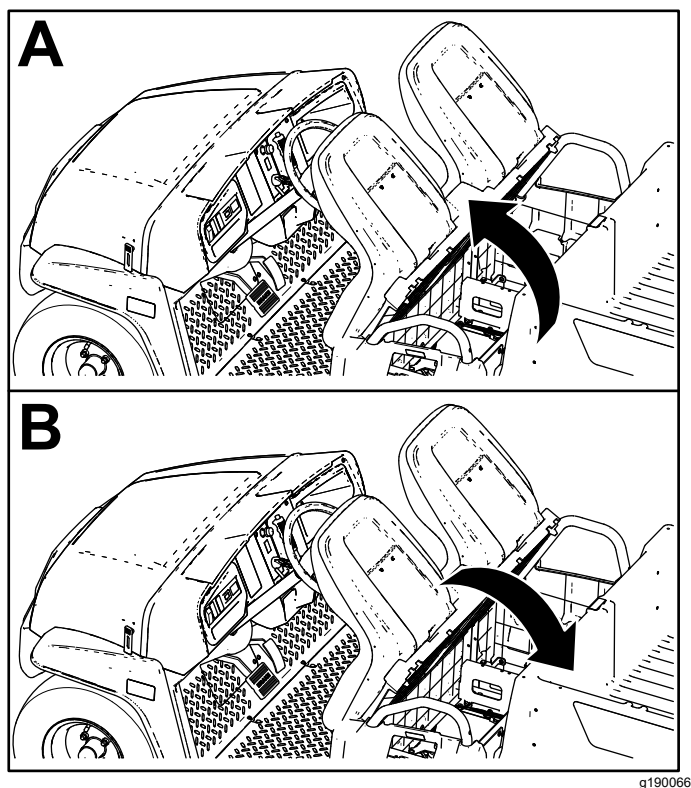

Figura 27
Para elevar el conjunto de asientos, empuje el conjunto de asientos hacia adelante hasta que descansa sobre el volante (Figura 27).
Para bajar el conjunto de asientos, empuje el conjunto hacia atrás hasta que encaje en su posición inicial (Figura 27).
1. Empuje el conjunto de asientos hacia adelante a la posición elevada (Figura 27).